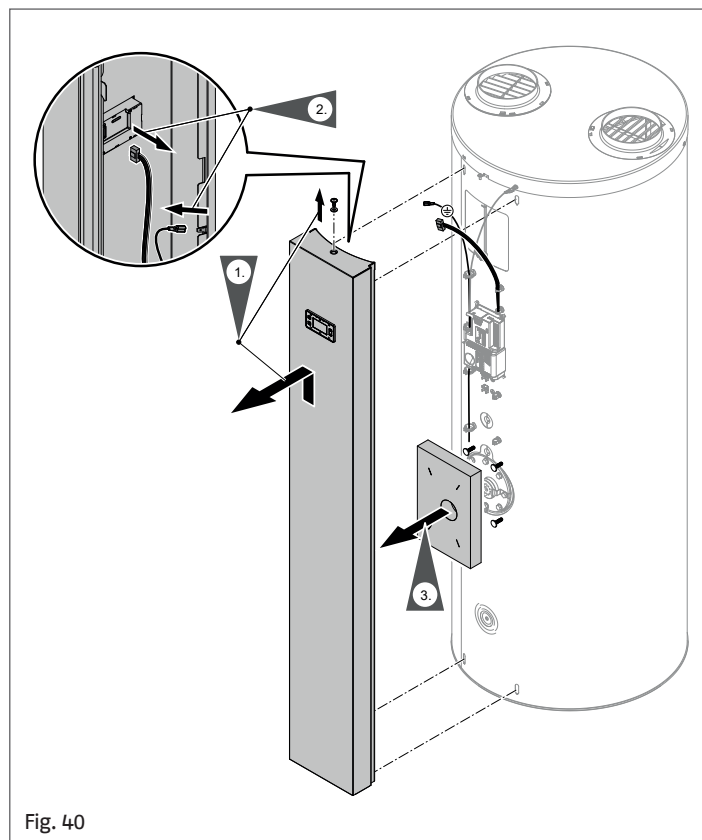

Fig. 40
- 2 Démontez le panneau frontal, voir «Fig. 40».
- Démontez le panneau frontal, voir «Fig. 40».
- 9 Montez le panneau frontal avec le câble de mise à la terre, voir «Fig. 40».
- 2 Démontez le panneau frontal, voir «Fig. 40», «9.5 Démontage du panneau frontal» a pagina 26.
- 4 Montez le panneau frontal avec le câble de mise à la terre, voir «Fig. 40».